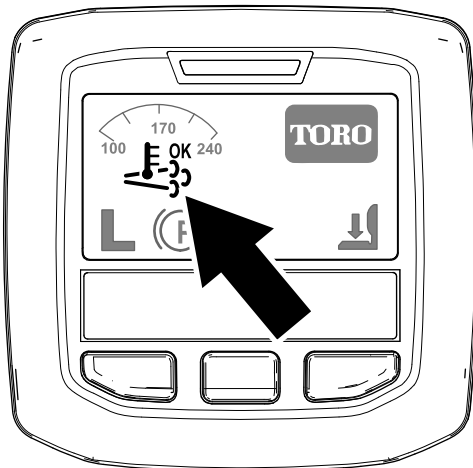

Figura 42
- Nell'InfoCenter viene visualizzata l'icona di rigenerazione assistita/ripristino (Figura 42).